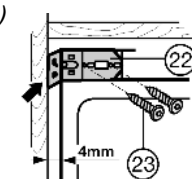

Fig. 11
- ▶ Upevňovací úhelník Fig. 11 (22) přišroubujte šrouby Fig. 11 (23).